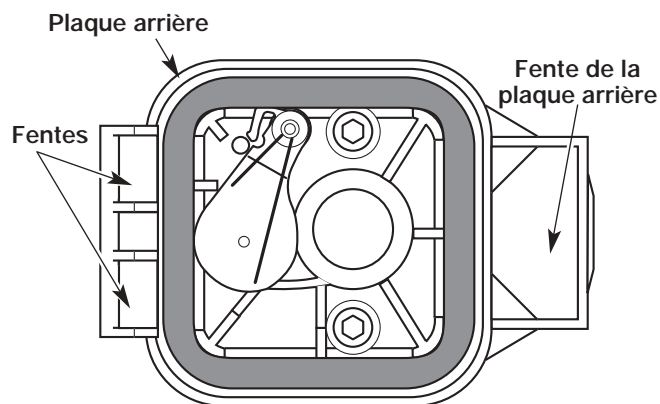

Fig. 65
6. Remplacez le filtre (Fig. 65).
7. Réinstallez le couvercle du filtre à air. Placez les crochets à gauche du filtre à air dans les fentes à gauche de la plaque arrière (Fig. 65).
8. Pivotez le couvercle vers la droite jusqu'à ce que la languette du couvercle du filtre s'enfonce d'un déclic dans la plaque arrière (Fig. 65).